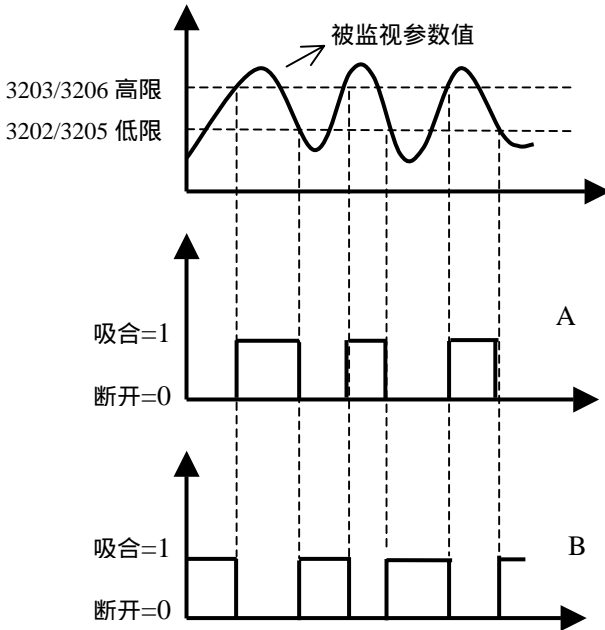
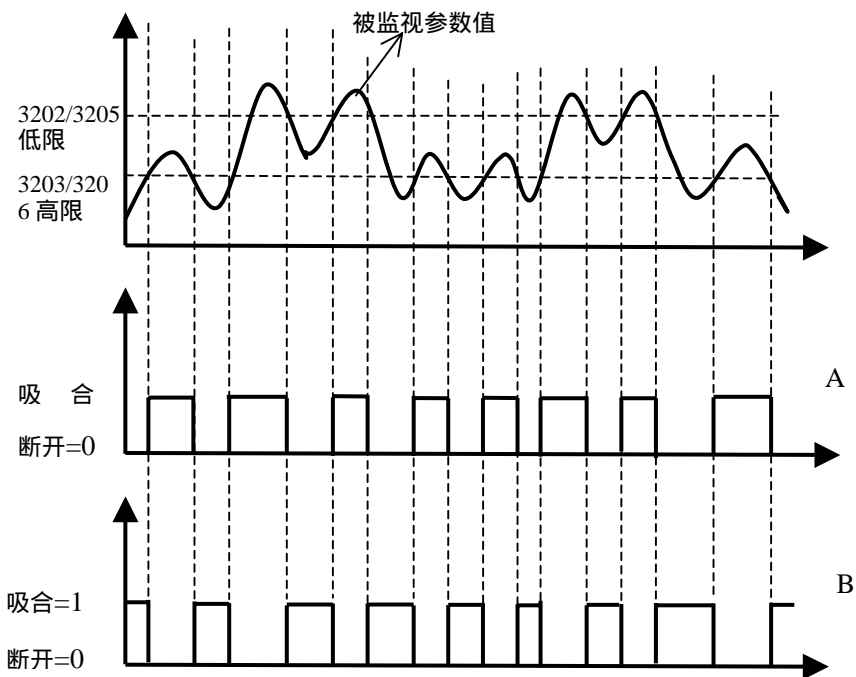

图 9-15 低限 高限时使用继电器输出监视运行数据
图 9-16 设定的低限 > 高限时使用继电器输出监视运行数据
- 该 Group 菜单与参数“1401 继电器输出 1”和参数“1402 继电器输出 2”一起使用。本监视功能可监视“运行数据菜单 Group01”中的任意两个参数，输出继电器可配置成被监视值过高或过低时吸合，参见下一页图 9-15 和图 9-16。